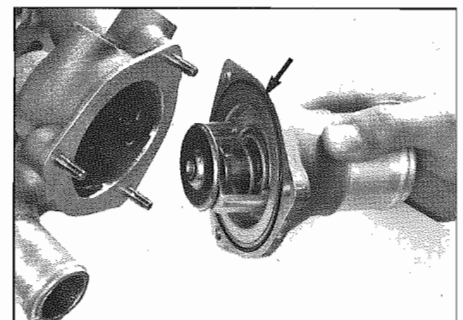

Fig. 3 - Posizione esatta foro sulla valvola
- Smontare la valvola termostatica (**Fig. 3**).
- Montare la valvola con il foro verso l'alto e nel verso di **Fig. 3**.
- Disassemble thermostatic valve (**Fig. 3**).
- Fit the valve with the hole upwards and as shown in **Fig. 3**.